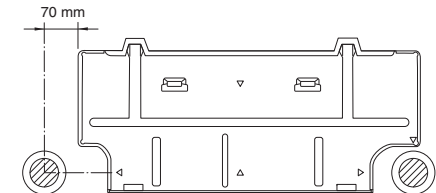

Abb. 3-34
- Bestimmen, an welcher Seite der Einheit die Öffnung zum Durchführen der Leitungen erstellt werden muss. (Abb. 3-34)
Bei Leitungsverlegung links hinten zur präzisen Bestimmung der Schlauchdurchführung die Messpunkte von der Kante der Rückwand heranziehen. (Abb. 3-34)